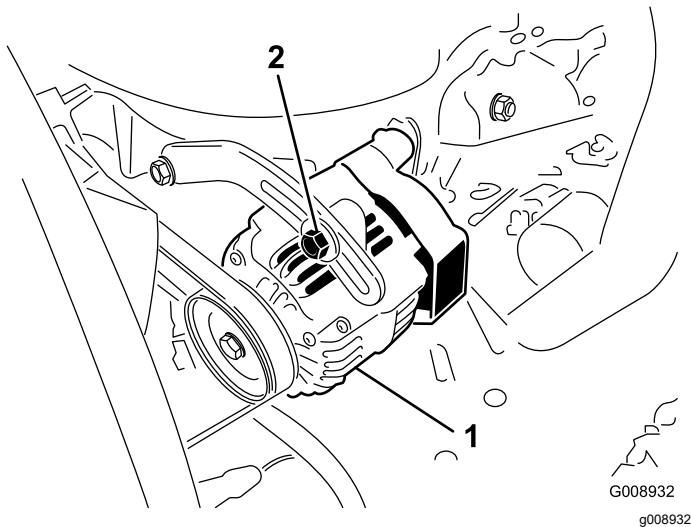

Figura 61
2. Si la desviación no es de 10 mm, afloje los pernos de montaje del alternador (**Figura 61**).